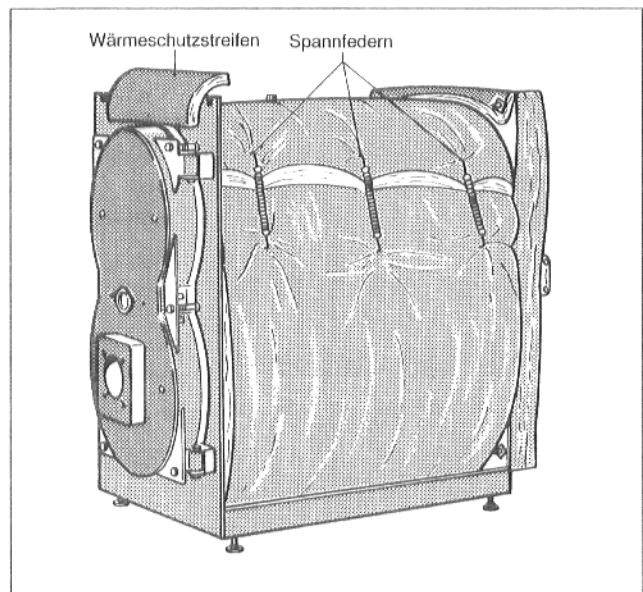

Abb. 6
- Wärmeschutzmatte unter dem Kesselkörper durchschieben und um den Kesselkörper legen (Abb. 6).
- Wärmeschutzmatte mit 3 Spannfedern befestigen (Abb. 6).
- Wärmeschutzstreifen über die Kesselvorderwand legen (Abb. 6).